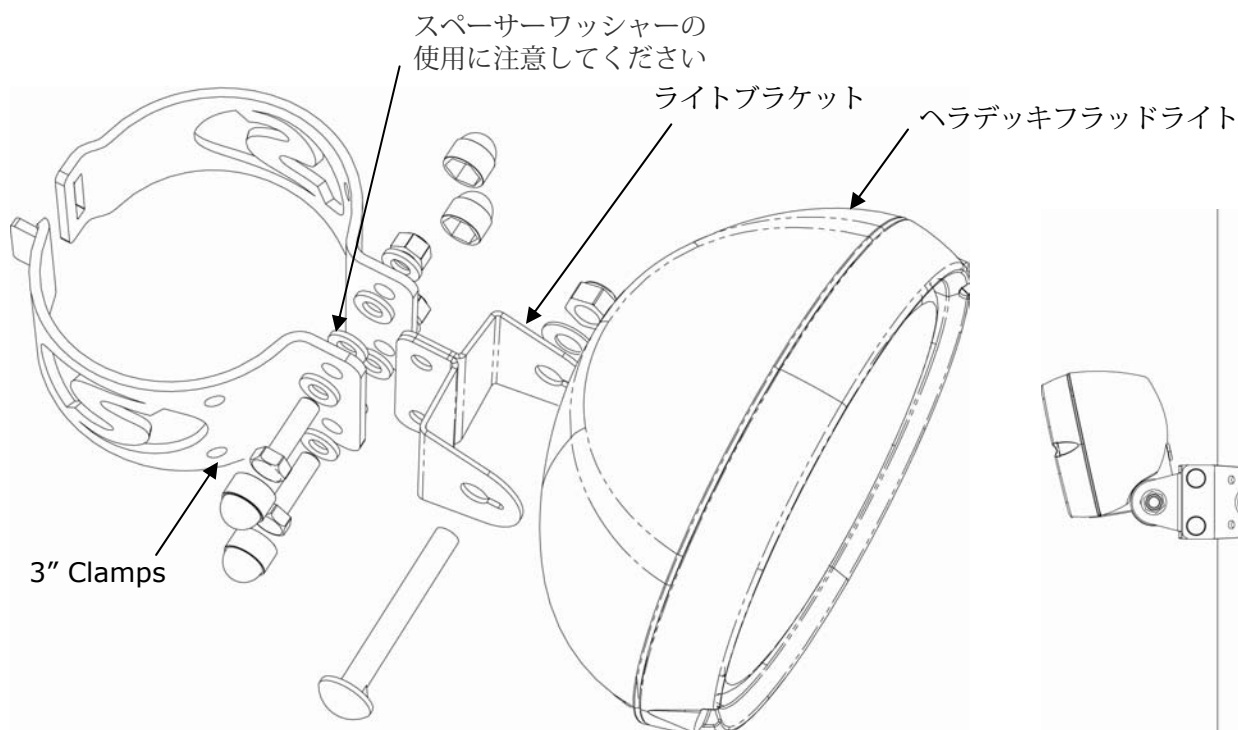

Figure 1
1. SC117は、SC100ポールに取り付けるように設計されており、付属の3インチクランプを使用して取り付けられます。デッキライトを取り付けたい高さで、ポールの周りに3インチのクランプとライト取り付けブラケットを組み立てます（図1を参照）。